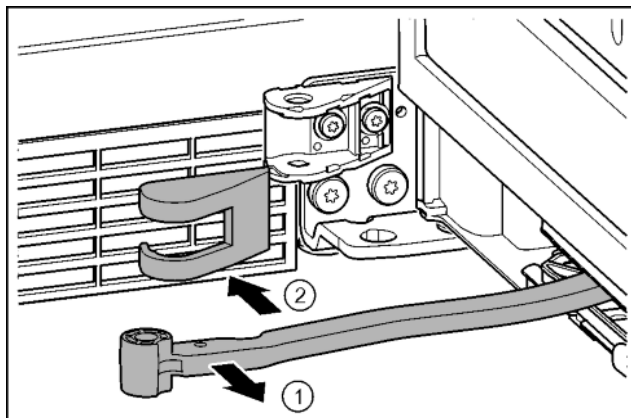

Fig. 19
- Pagrieziet šarnīru durvju virzienā. Fig. 19 (1)
- Noņemiet gultņa balsta pārsegu. Fig. 19 (2)